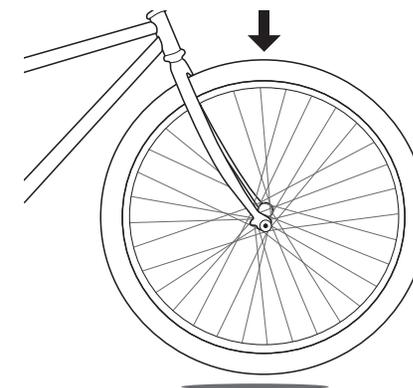

Figure 29. Soulevez la roue avant du sol et frappez le haut avec votre main pour tester le relâchement.
- + Test A. Soulevez le vélo et frappez d'un coup sec sur le haut du pneu (Figure 29). La roue ne doit pas se détacher, présenter du jeu ou bouger latéralement.